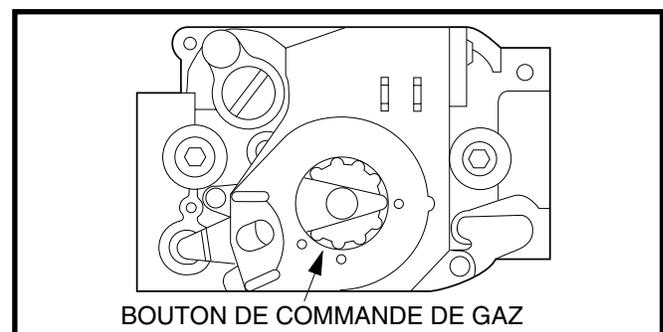

Figure 29. Robinet de gaz à allumage direct – Honeywell
3. Retirez la porte de la fournaise et fermez le robinet de gaz. Enfoncez et tournez le bouton de commande du gaz dans le sens horaire pour FERMER (OFF). Voyez la Figure 29 \(page 21\).
4. Attendez dix (10) minutes pour vous assurer de la dissipation du gaz. Si vous détectez du gaz, **ARRÊTEZ!** et suivez les informations de sécurité. Si vous ne sentez pas de gaz, passez à l'étape 5.
- Mettez le robinet de gaz en position **OUVERT**. Enfoncez et tournez le bouton de commande du gaz dans le contraire aux aiguilles d'une montre pour **OUVRIRE** (Figure 29).
- Tournez le bouton de commande du gaz dans le sens horaire jusqu'à la position de **ARRÊT** (Figure 29) :
2. Assurez-vous que le commutateur de marche-arrêt est en position ON (marche). Voyez la Figure 27 \(page 17\) ou Figure 29 \(page 21\).